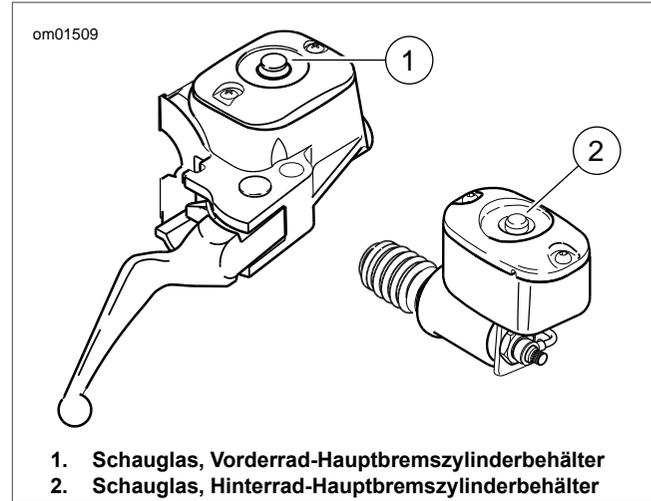

Abbildung 34. Bremsflüssigkeitsschauglas (typisch)
2. Siehe Abbildung 34. Den Flüssigkeitsstand im Bremsflüssigkeitsbehälter prüfen. Das Schauglas ist dunkel, wenn Flüssigkeit vorhanden ist. Wenn das Schauglas klar bleibt, Kontakt mit einem Harley-Davidson-Händler aufnehmen.